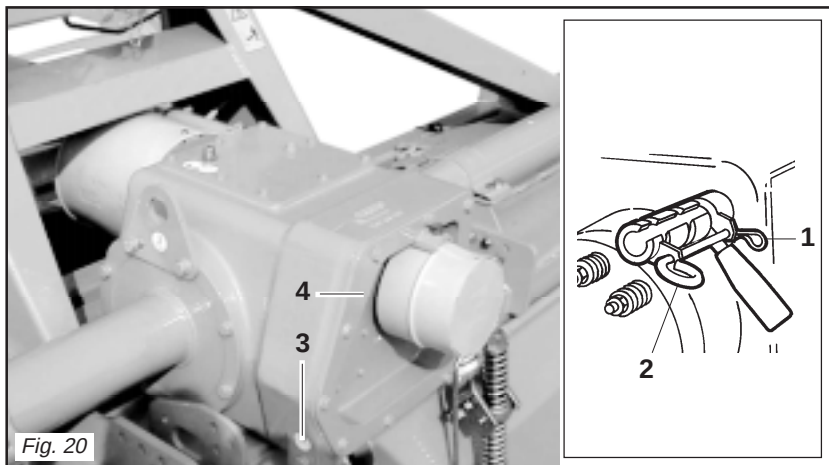

Fig. 20
La zappatrice è equipaggiata di un cambio a leva a tre velocità (Fig. 20) che in relazione alla coppia di ingranaggi posizionati posteriormente può fornire due gamme differenti di valori di rotazione dei rotori portacoltelli. È molto utile per terreni non uniformi, in quanto facilita la lavorabilità del terreno mantenendo costante la velocità di avanzamento del trattore. Per cambiare velocità è necessario sfilare la coppiglia di sicurezza (1 Fig. 20), rimuovere l'asta (2 Fig. 20) che blocca in posizione la leva delle marce e quindi spostare la leva stessa nella selezione
The machine is equipped with a three-speed lever operated gearbox (Fig. 20) which can supply two different ranges of spinning values for the blade rotors in relation to the pair of gears installed at the rear. This is very useful on uneven ground since it makes the soil more workable by keeping the advancement speed of the tractor at a steady rate. To change the speed, remove the safety split pin (1 Fig. 20), remove the rod (2 Fig. 20) that locks the gear lever in position and then move the lever itself to the desired position.
Die Maschine ist mit einem Schalthebel mit drei Stellungen ausgestattet (Abb. 20), der je nach den beiden Zahnrädern, die hinten positioniert sind, zwei unterschiedliche Drehzahlbereiche für die Rotation der Messertragerrotoren liefern kann. Das ist auf unebenem Gelände sehr nützlich, weil es die Bearbeitung des Bodens vereinfacht und die Fahrgeschwindigkeit des Schleppers konstant gehalten werden kann. Um einen anderen Gang zu erhalten, den Sicherungssplint (1 Abb. 20) herausziehen, die Stange (2 Abb. 20) entfernen, mit der der Gangschalthebel blockiert wird, um den Hebel dann in die gewünschte Stellung zu bringen.
La machine est équipée d'une boîte à trois vitesses, avec commande par levier (Fig. 20). Suivant le couple d'engrenages placés à l'arrière, il peut fournir deux gammes différentes de valeurs de rotation des rotors porte-couteaux. C'est un outil très efficace sur les terrains irréguliers, puisqu'il facilite l'ameublissement du terrain, tout en maintenant constante la vitesse d'avancement du tracteur. Pour changer de vitesse il faut retirer la goupille de sécurité (1 Fig. 20), déposer la tige (2 Fig. 20) qui bloque le levier de vitesses pour pouvoir le déplacer sur la sélection désirée. Ensuite remonter la
La máquinas está equipada con un cambio de palanca de tres velocidades (Fig. 20) que en base al par de engranajes emplazados en posición posterior puede suministrar dos diversas gamas de valores de rotación de los rotores porta-cuchillas. Es muy útil para terrenos no uniformes, ya que facilita el trabajo sobre el terreno, manteniendo constante la velocidad de marcha del tractor. Para cambiar velocidad es necesario extraer el pasador de seguridad (1 Fig. 20), quitar la varilla (2 Fig. 20) que bloquea en posición la palanca de las marchas y
- scaricare l'olio dalla scatola cambio svitando il tappo inferiore (3 Fig. 20);
- rimuovere il coperchio (4 Fig. 20) con cura per non danneggiare il paraolio posizionato in corrispondenza dell'albero della presa di forza uscente e l'anello OR;
- *drain the oil from the gearbox by unscrewing the lower plug (3 Fig. 20);*
- *remove the cover (4 Fig. 20) with care to prevent damage to the oil seal installed on a level with the output PTO shaft and the OR ring;*
- Das Öl aus dem Getriebegehäuse ablassen, indem man den unteren Stopfen (3 Abb. 20) abschraubt.
- Den Deckel (4 Abb. 20) sorgfältig abnehmen, um die Öldichtung auf dem austretenden Zapfwellenstummel und den O-Ring nicht zu beschädigen.
- *laissez sortir l'huile de la boîte de vitesses après avoir dévissé le bouchon en bas (3 Fig. 20);*
- *enlevez le couvercle (4 Fig. 20) en faisant attention à ne pas endommager le joint pare-huile qui se trouve au niveau de l'arbre de sortie de la prise de force et le joint d'étanchéité;*
- descargar el aceite de la caja de cambios desenroscando el tapón inferior (3 Fig. 20).
- quitar la tapa (4 Fig. 20) con cuidado para no dañar el guardagotas emplazado en coincidencia con el eje de la toma de fuerza de salida y el anillo OR.